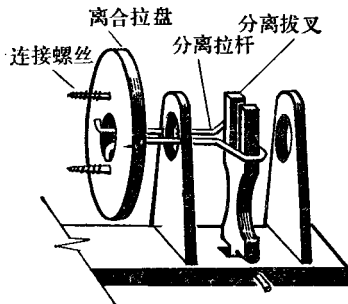

图7 分离拉杆与分离拨叉的安装
(1) 将压盘放进离合器罩里,使罩上的两个压盘导架嵌入压盘上的两个滑槽内。然后,将离合器罩钉在飞轮上,再用两个长木螺丝,通过离合器罩上的两个小孔,把离合拉盘和压盘连在一起。
(2) 将主动轴从支架左端穿入后,装上摇把和飞轮。
(3) 用一段铁丝作轴,将离合拨叉安装在底板上,将分离拉杆穿过支架和离合拉盘后,向外弯曲90°,勾住拉盘。其右端套在分离拨叉上,见图7。